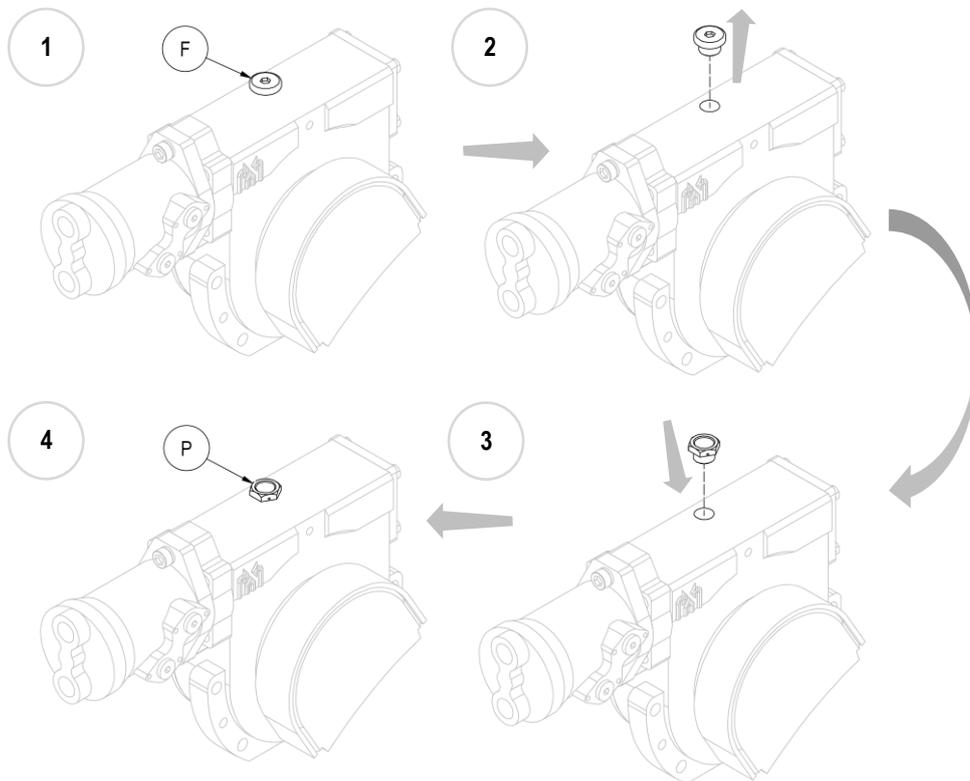

Abbildung 5
10. **Bitte beachten:** Wenn das Gerät montiert ist, müssen Sie vor dem Gebrauch erst den Blindstutzen für die Öleinfüllung aus Eisen (F) mit dem mitgelieferten Füllstutzen aus Kunststoff (P) mit Entlüftungsschraube austauschen (siehe *Abbildung 5*).